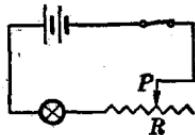

图 78
(1) 把一条长 10 米、电阻是 0.4 欧姆的銅線，剪成长度相等的两段，再把这两段扭在一起当作一条导綫来用，这时候它的电阻还是 0.4 欧姆嗎？是变大了，还是变小了？为什么？
(2) 电路的两头，如果分別接在滑动变阻器的瓷筒上的两个接綫柱上，綫圈的哪一部分連入了电路？移动滑动銅片，电流强度会不会改变？如果分別接在金属棒两端的两个接綫柱上，又将怎样？
(3) 在图 78 所示的电路里，如果把变阻器 R 的滑动銅片 P 向左移动，电灯的亮度将怎样改变？